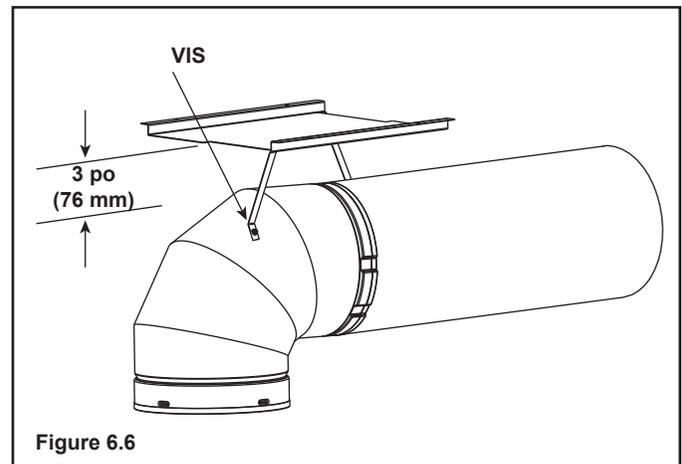

Figure 6.6
- Si les matériaux combustibles ne sont pas en place au moment de l'installation, le bouclier thermique de coude doit être vissé sur le conduit d'évacuation (voir la Figure 6.6). Coupez les languettes comme montré et pliez-les vers le bas. Fixez le bouclier thermique sur le tuyau en maintenant un écartement de 3 à 4 po (76 à 102 mm) entre le tuyau et le bouclier.